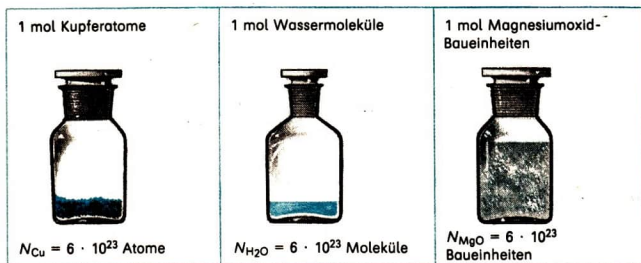

Abb. 97 Beispiele für ein Mol eines Stoffes
**Kennzeichnung der Teilchenanzahl durch die Einheit Mol.** Zu besser handhabbaren Zahlen kommt man, wenn man  $6 \cdot 10^{23}$  Teilchen als eine Einheit festlegt. Für diese **Einheit** wurde die Bezeichnung **Mol** eingeführt. Ein Mol entspricht also  $6 \cdot 10^{23}$  Teilchen (Abb. 97). Das **Einheitenzeichen** ist **mol**.